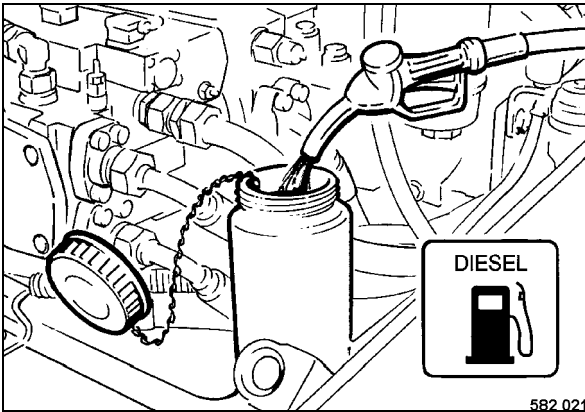

Fig. 123
- Abrir la tapa de cierre del depósito de combustible (Fig. 123).